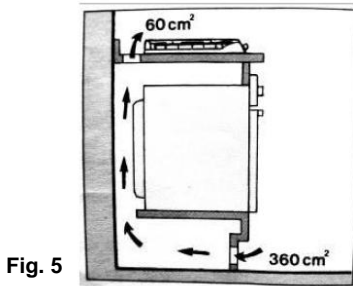
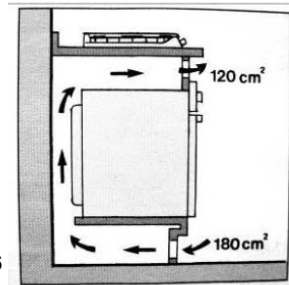

Fig. 5
Fig. 6
- i) Wenn sie einen ofen installieren, der unter die gasplatte passt, wird empfohlen, die belüftung um den ofen herum zu verbessern. Um übermäßige erwärmung zu vermeiden, legen sie ein gitter für den lufteinlass vom boden des ofens und ein anderes gitter in den ofen. Oberteil des kochfelds (Fig. 5) oder im oberen ofenoberteil (Fig. 6).